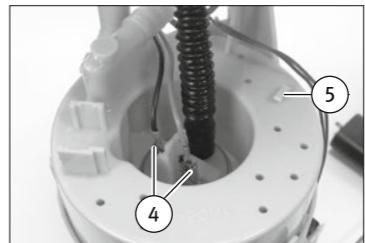
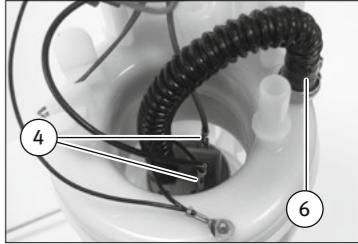

Abb. 2/Fig. 2/Puc. 2/图2
Abb. 3/Fig. 3/Puc. 3/图3
- Die elektrischen Kontakte (4) an der Kraftstoffpumpe abziehen (Abb. 2 und 3).
- Falls erforderlich, können die elektrischen Leitungen, z. B. für den Tankgeber, aus den Führungen (5) gelöst werden.
- Vorsichtig die Kraftstoffleitung (1) aufschneiden, die von der Druckseite der Kraftstoffpumpe wegführt. Je nach Ausführung erfolgt dies entweder am Schlauchstutzen am Flanschdeckel (7) oder am Schlauchstutzen am Vorratsbehälter (6). Den Schlauchstutzen nicht beschädigen.
- Die Arretierungen (2) lösen und Oberteil und Unterteil des Vorratsbehälters (3) auseinanderziehen. Den Dichtring (8) aufzubewahren.
- Die Kraftstoffpumpe sitzt in einem zweiteiligen Halter (9) im Unterteil des Vorratsbehälters. Den Halter aus dem Unterteil ziehen.
- Den Grobfilter (12) von der Kraftstoffpumpe abziehen.
- Die Arretierungen (11) lösen und die Kraftstoffpumpe nach unten aus dem Halter (9) herausziehen.
- Débrancher les contacts électriques (4) de la pompe à carburant (Fig. 2 et 3).
- Si nécessaire, les câbles électriques, par ex. vers l'indicateur de niveau, peuvent être sortis de leurs guides (5).
- Découper avec précaution la conduite de carburant (1) partant du côté pression de la pompe à carburant. Selon le modèle, la découpe est réalisée soit au niveau de la tubulure du couvercle à bride (7), soit au niveau de la tubulure du réservoir (6). Ne pas endommager la tubulure.
- Ouvrir les fixations (2) et séparer les parties supérieure et inférieure du réservoir (3).
- Conserver la bague d'étanchéité (8).
- La pompe à carburant est logée dans un support en deux parties (9), dans la partie inférieure du réservoir. Tirer le support hors de la partie inférieure.
- Снять с топливного насоса электрические контакты (4) (рис. 2 и 3).
- При необходимости можно извлечь из направляющих (5) электрические провода, например, для датчика давления в топливном баке.
- Осторожно разрезать топливопровод (1), отходящий от стороны нагнетания топливного насоса. В зависимости от исполнения это выполняется либо на шланговом патрубке крышки с фланцем (7), либо на шланговом патрубке запасного резервуара (6). Не повредить шланговый патрубок.
- Ослабить фиксаторы (2) и разъединить верхнюю и нижнюю части запасного резервуара (3). Сохранить уплотнительное кольцо (8).
- Топливный насос находится в состоянии из двух частей держателе (9), расположенным в нижней части запасного резервуара. Извлечь держатель из нижней части.
- Снять с топливного насоса фильтр грубой очистки (12).
- Ослабить фиксаторы (11) и вынуть топливный насос из держателя (9) по направлению вниз.
- 拔下燃油泵上电气接头（4）（图 2 和图 3）。